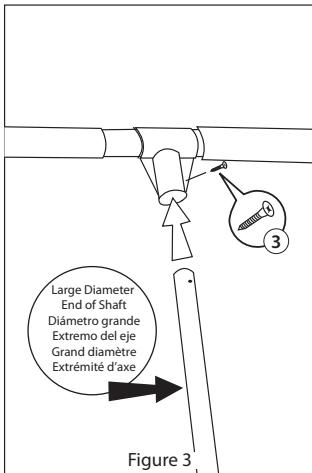

Figure 3
5. Assemble hanging pole by using screw (3) as shown in figure 3. Be sure that the push button mechanism is on the back side.
5. Assembler la tringle suspendue en utilisant une vis (3) selon la Figure 3. Vérifier que le mécanisme d'ajustement par bouton-poussoir est à l'arrière.